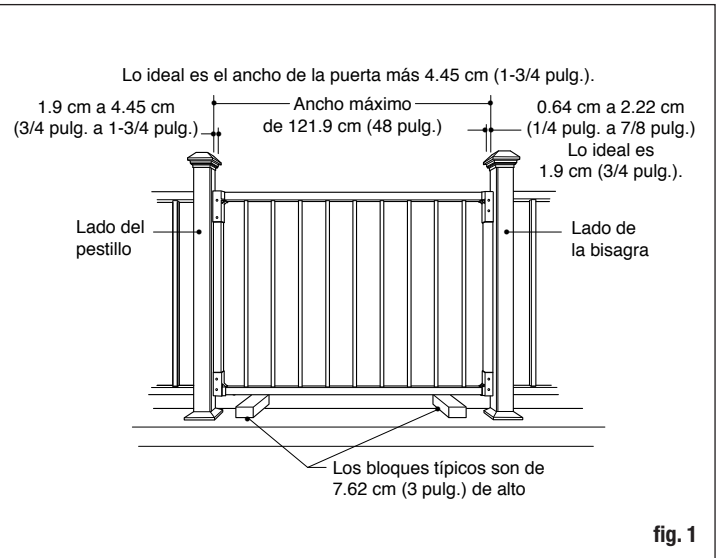

fig. 1
Paso 2 Las bisagras de la puerta pueden ajustarse a huecos de 0.64 cm a 2.22 cm (1/4 pulg. a 7/8 pulg.), pero lo ideal es 1.92 cm (3/4 pulg.). El pestillo puede ajustarse a huecos de 0.95 cm a 4.45 cm (3/8 pulg. a 1-3/4 pulg.). Determine el espacio deseado y réstelo de la apertura. Se recomienda dejar 4.45 cm (1-3/4 pulg.), pero puede ser de 1.58 cm a 6.35 cm (5/8 pulg. a 2-1/2 pulg.) (fig. 1).
Paso 8 Apoye la puerta colocando bloques precortados debajo del riel inferior y entre los postes (fig. 1). El espaciado de 7.62 cm (3 pulg.) es típico, pero puede ser mayor o menor según lo permitan los códigos de construcción locales. Según el código de construcción modelo, todos los espacios deben ser menores de 10.16 cm (4 pulg.). Asegúrese de que la parte inferior de la puerta sea lo suficientemente alta para despejar cualquier obstáculo, como la moldura de la base del poste, si corresponde.
Paso 9 Asegúrese de que la puerta está a nivel y sujete las bisagras (E) al poste.